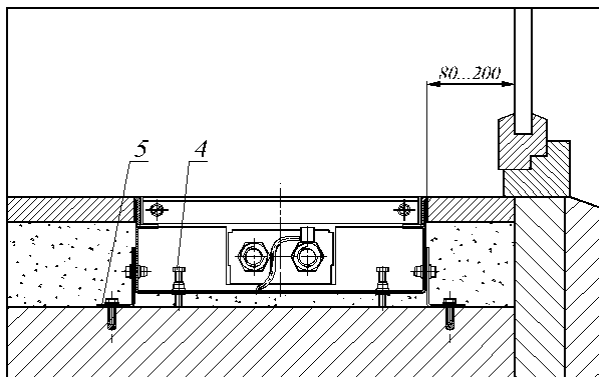

Рис.3
- 5.2 Конвектор монтируется в пол, для этого необходимо установить секции конвектора в заранее подготовленный канал в полу и выставить их по уровню пола, с помощью упорных болтов 4. Соединить болтами с гайками секции конвектора между собой. Закрепить конвектор опорами 5 к черновому полу (см. Рис.3).